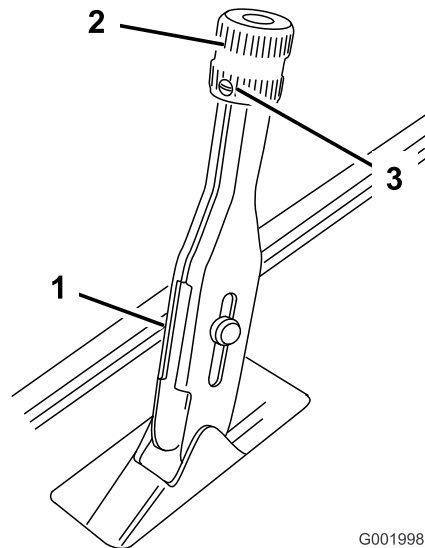

図 60
1. ブレーキ・レバーに調整ノブを固定している固定ネジをゆるめる(図 60)。